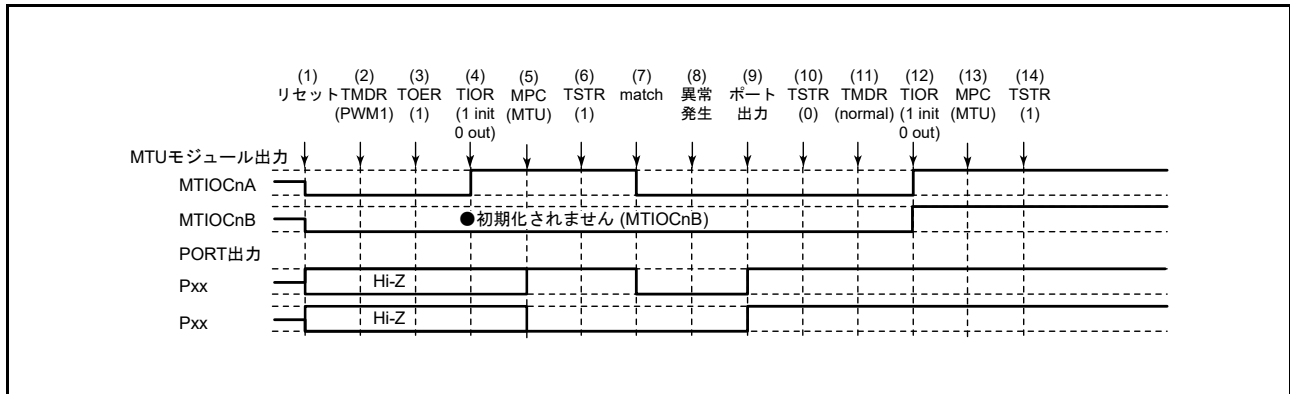

図 23.122 PWM モード 1 で異常が発生し、ノーマルモードで復帰する場合
PWM モード 1 で異常が発生し、再設定後ノーマルモードで再スタートする場合の説明図を図 23.122 に示します。
(1) ~ (10) は図 23.122 と共通です。
(11) PWM モード 1 で再スタートする場合には必要ありません。
(12) TIOR レジスタで端子を初期化してください。なお、PWM モード 1 では MTIOCnB (MTIOCnD) 端子に波形が出力されません。出力すべきレベルがある場合は、I/O ポートのポート方向レジスタ (PDR)、ポート出力データレジスタ (PODR) で汎用出力ポートの設定をしてください。
(13) MPC と I/O ポートのポートモードレジスタ (PMR) で MTU 出力としてください。
(14) TSTR レジスタで再スタートします。
(11) PWM モード 2 を設定します。
(12) TIOR レジスタで端子を初期化してください。なお、PWM モード 2 では周期レジスタの端子に波形が出力されません。出力すべきレベルがある場合は、I/O ポートのポート方向レジスタ (PDR)、ポート出力データレジスタ (PODR) で汎用出力ポートの設定をしてください。
(11) 位相計数モードを設定します。
(12) TIOR レジスタで端子を初期化してください。
- (11) 波形生成部の初期化のためノーマルモードを設定してください。
- (12) TIOR レジスタで PWM モード 1 の波形生成部を初期化してください。
- (13) TIOR レジスタで PWM モード 1 の波形生成部の動作を禁止してください。
- (14) TOER レジスタで MTU3、MTU4 の出力を禁止してください。
- (15) TOCR レジスタで相補 PWM モードの出力レベルと周期出力の許可 / 禁止を選択してください。
- (16) 相補 PWM モードを設定します。
- (17) TOER レジスタで MTU3、MTU4 の出力を許可してください。
- (18) MPC と I/O ポートのポートモードレジスタ (PMR) で MTU 出力としてください。
- (19) TSTR レジスタで再スタートします。